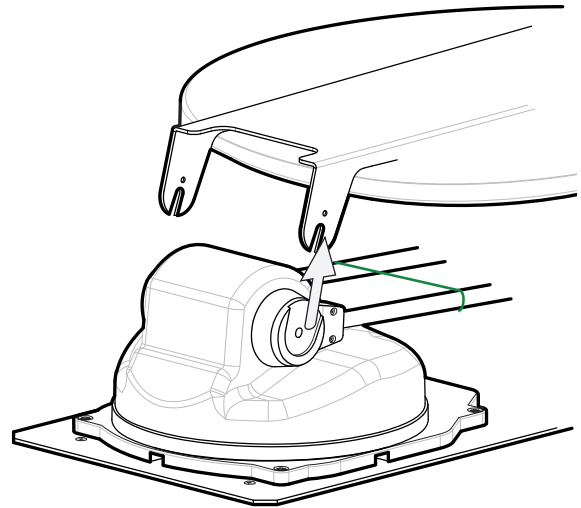

Abb. 18
Nehmen Sie die Parabolspiegel-Baugruppe ab ① (Abb. 18).